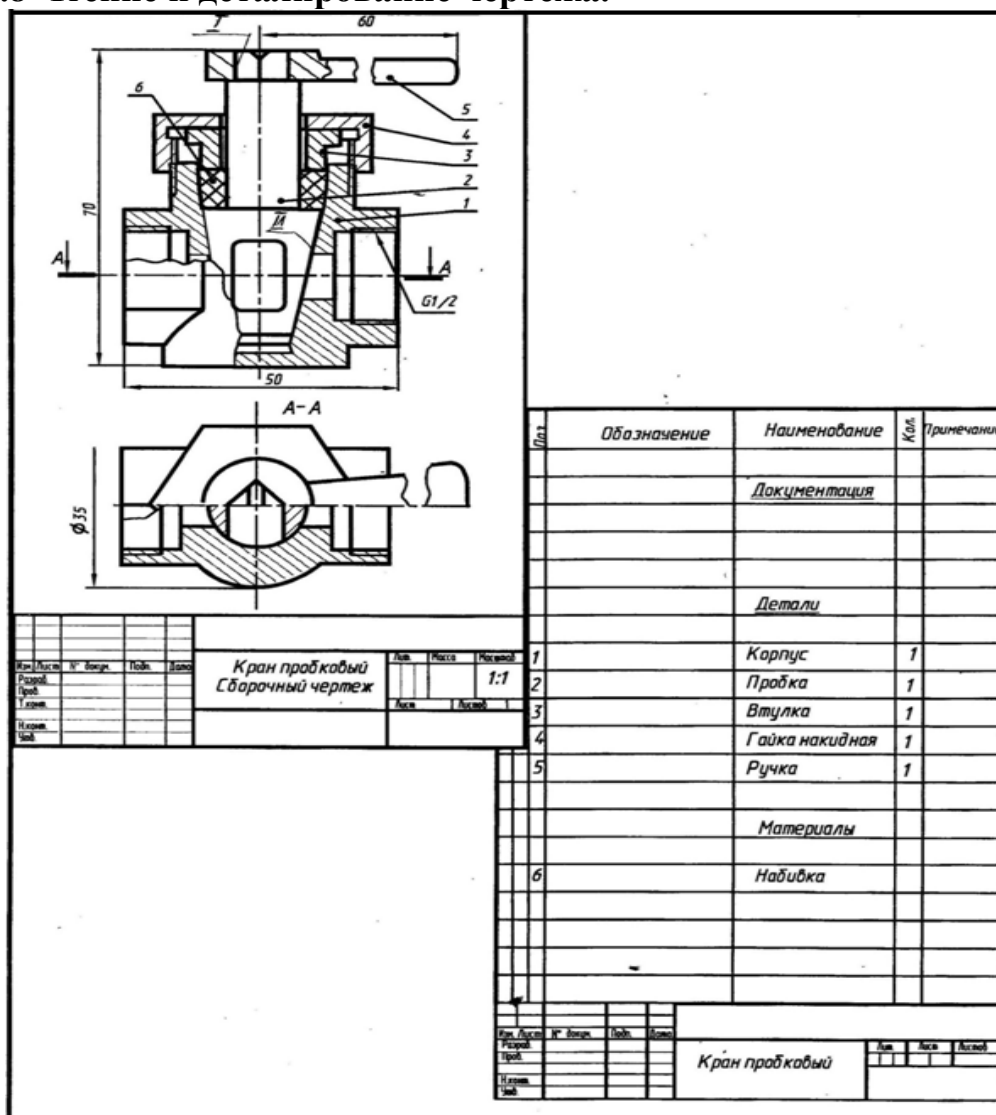

Рисунок 1. Кран пробковый
- Изучить изображение сборочного чертежа. Кран пробковый (рисунок 1) и ознакомиться с его спецификацией. Какая резьба применена для подсоединения крана к изделию?
3. Изучить изображение сборочного чертежа. Кран пробковый (рисунок 1) и ознакомиться с его спецификацией. Как соединяются друг с другом детали 2 и 4?
4. Изучить изображение сборочного чертежа. Кран пробковый (рисунок 1) и ознакомиться с его спецификацией. Какую форму имеет поверхность 1 детали 5.